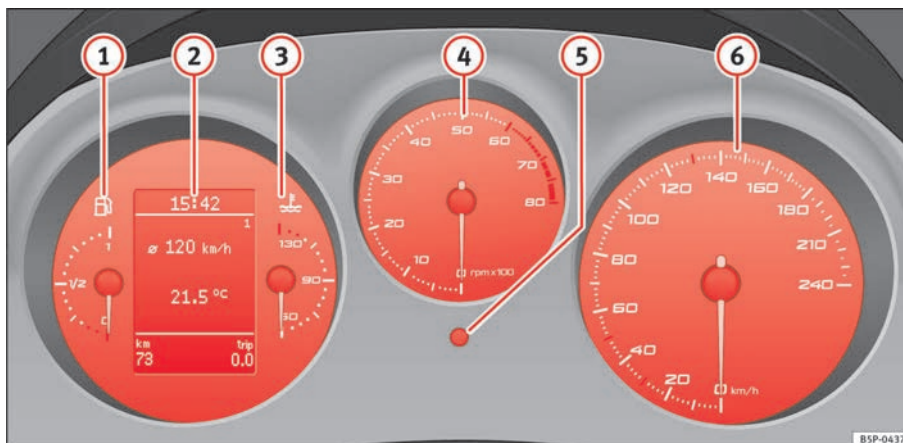

Abb. 33 Ausschnitt aus der Instrumententafel: Kombiinstrument
Der Beginn des roten Bereichs ⇒ Seite 57, Abb. 33  weist auf die maximale Motordrehzahl bei Betriebstemperatur hin. Vor Erreichen dieses Bereichs sollte in den nächsthöheren Gang geschaltet oder die Wählhebelstellung D gewählt oder der Fuß vom Gaspedal genommen werden.
- Zur Einstellung der Stundenzahl den Einstellknopf ⇒ Seite 57, Abb. 33  bis zum ersten „Klick“ nach rechts drehen. Die Stundenzahl blinkt auf. Zur Einstellung der Stundenzahl den Knopf drücken.
Das rechte Zählwerk registriert die Kurzstrecken. Die letzte Stelle steht für Strecken von 100 m. Der Kurzstreckenzähler kann auf Null gestellt werden, indem Sie den Rückstellknopf ⇒ Seite 57, Abb. 33 ⑥ ein paar Sekunden lang gedrückt halten.